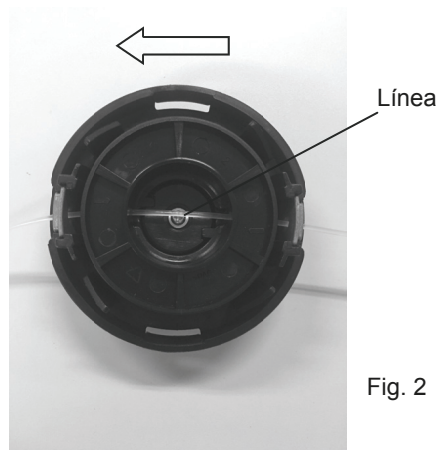

Fig. 2
- Inserte el hilo a través de los cuatro orificios. Tire del hilo hasta que su longitud sea igual a cada lado del carrete. (Ver Fig. 2)